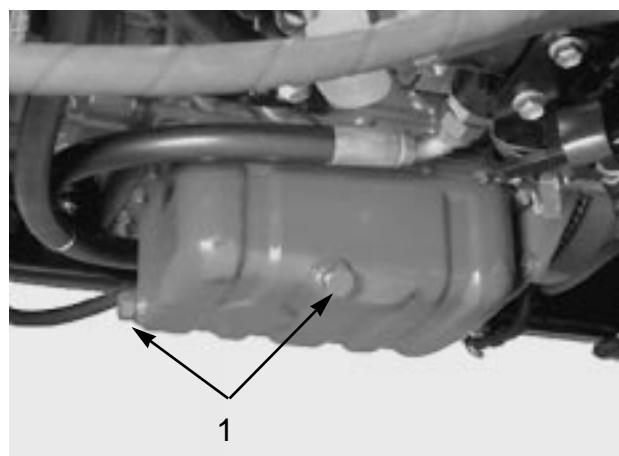

図 42
1. ドレン・プラグ(図42)を外してオイルを抜き、プラグを元通りに取り付ける。